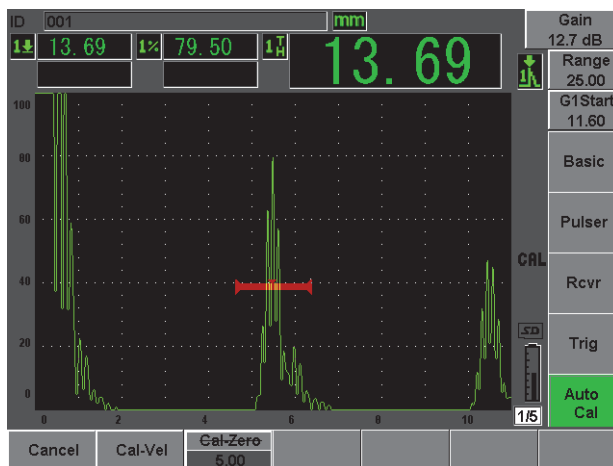

Рис. 2-15 Начало строба 1
11. Доведите амплитуду сигнала до 80 % высоты экрана с помощью функции (**AUTO XX** (см. Рис. 2-15 на стр. 46)).